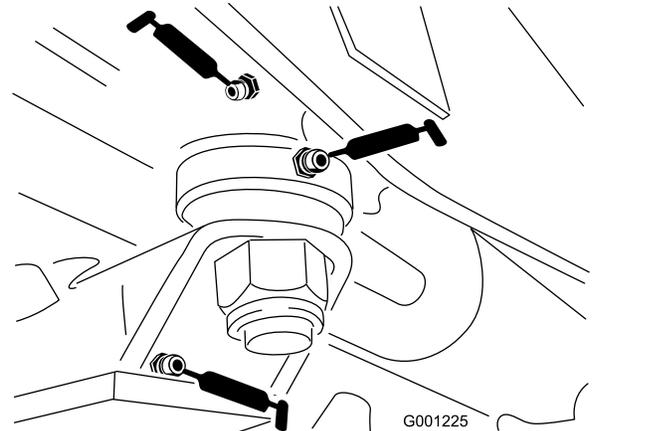

Рисунок 39
- Подшипники пластины рулевого управления (Рисунок 39)
- Втулка шкворня оси (Рисунок 39)